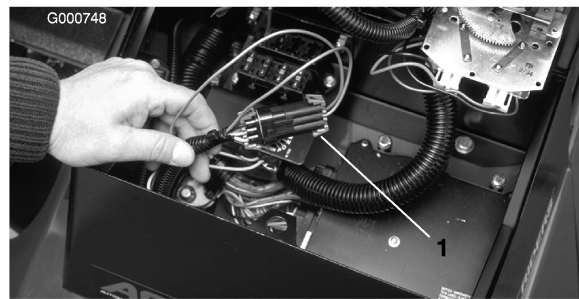

Figure 26
2. Ouvrez le couvercle du panneau de commande Localisez le faisceau de câblage et le connecteur de boucle. Débranchez le connecteur de boucle du faisceau de câblage avec précaution (Figure 26).